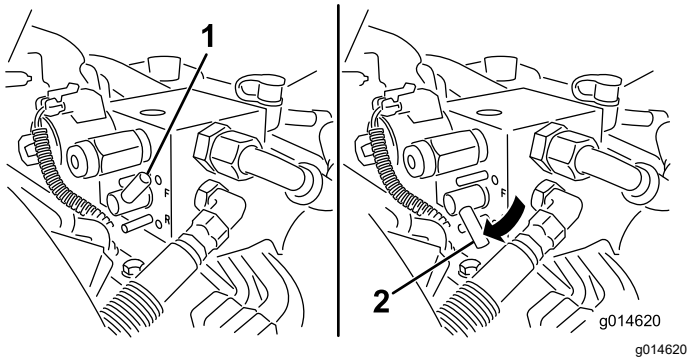

Figure 52
5. Tournez le levier de rodage à la position de rotation **ARRIÈRE (R)** (**Figure 52**).